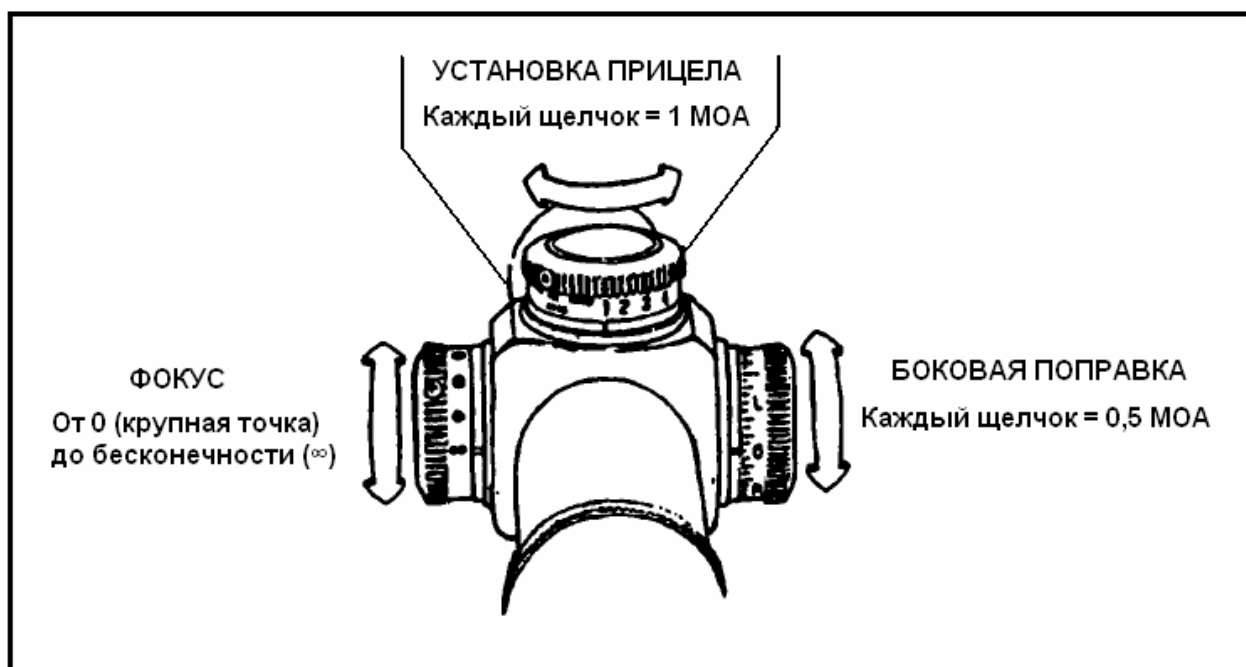

Рис. 2-18. Маховички установки прицела, регулировки фокуса и внесения боковых поправок.
(1) **Регулировка фокуса.** Маховичок регулировки фокуса (рис. 2-18) расположен с левой стороны корпуса прицела. Маховичок имеет два предельных положения, промаркированных знаком бесконечности (∞) и одной крупной точкой (\bullet). Маховичок регулировки фокуса позволяет устанавливать изображение цели в фокусе прицела. Если цель расположена близко, маховичок устанавливается в положение вблизи крупной точки.
(2) **Установка прицела.** Маховичок установки прицела (рис. 2-18) расположен сверху корпуса прицела. На нем нанесена откалиброванная шкала, имеющая диапазон с 1 до 10. Эти деления представляют собой поправки на превышение траектории, необходимые для внесения в прицел при стрельбе на различные дальности: 1 = 100 метрам, 3 = 300 метрам, 7 = 700 метрам и т.д. Каждый щелчок маховичка установки прицела соответствует 1 МОА.
(3) **Поправки на ветер.** Маховичок поправок на ветер (рис. 2-18) расположен с правой стороны корпуса прицела. Он используется для внесения боковых поправок. Поворот маховичка в указанном на нем направлении смещает точку попадания в этом же направлении. Каждый щелчок маховичка боковых поправок равен 1/2 МОА.